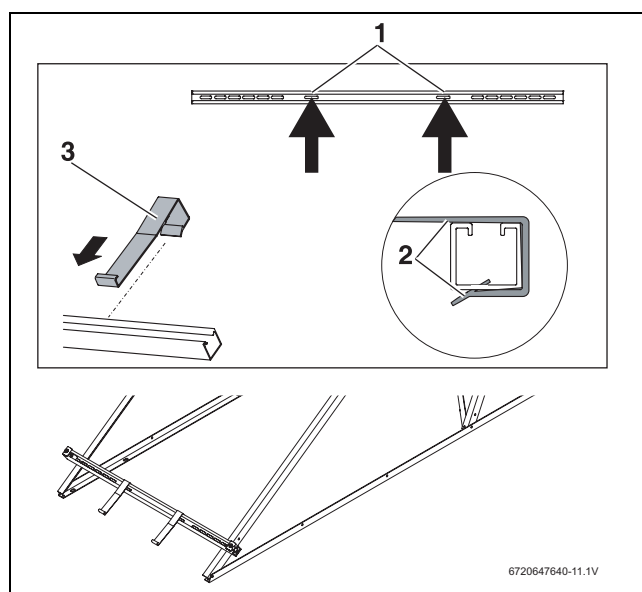

Fig. 16 Accrocher les dispositifs anti-glissement
- Glisser les dispositifs anti-glissement (→ fig. 16, [3]) dans les perforations longitudinales intérieures [1] par l'extérieur au-dessus du rail profilé jusqu'à ce qu'ils s'enclenchent [2].